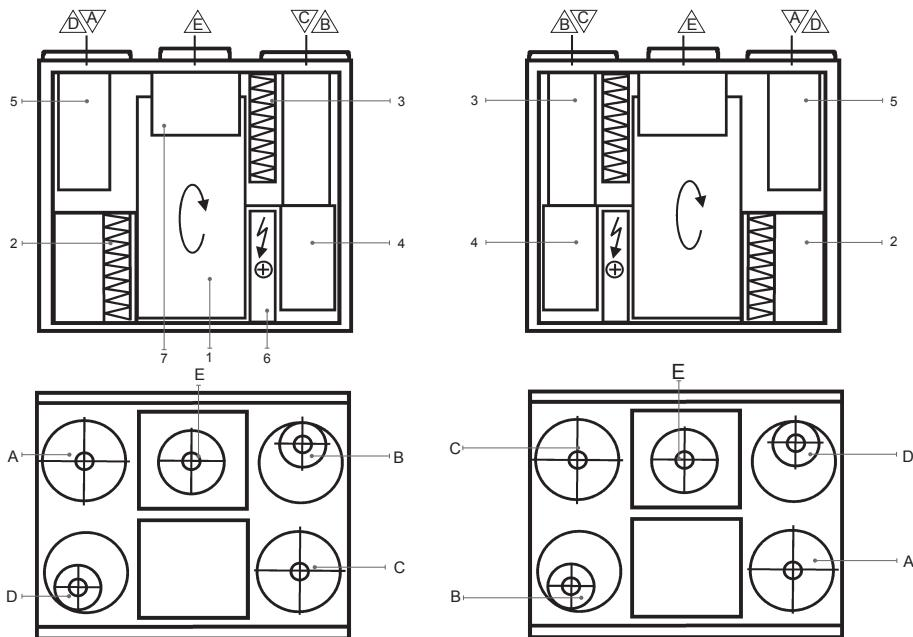

Figure 3
- Les unités DOMEKT REGO 400VE(W) (figure 3) sont équipées d'un échangeur de chaleur rotatif, filtres à air, batterie d'appoint électrique, ventilateurs et système de contrôle et régulation autonome.